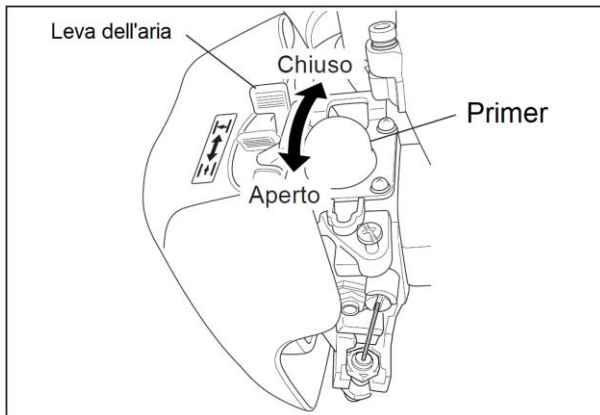

Fig. 5
3. Premere il primer (Fig. 5) quattro o cinque volte per consentire alla benzina di arrivare al carburatore.
4. Posizionare la leva dell'aria in posizione chiusa "CLOSE"  (Fig. 5)
6. Tirare con decisione 4 o 5 volte la corda di avviamento finché il motore si avvia e premere contemporaneamente il blocco dell'acceleratore (Fig. 1-7) e l'acceleratore (Fig. 1-5) per mettere in moto il tagliasiepi (Fig. 5).
7. Dopo l'avvio posizionare la leva dell'aria in posizione aperta "OPEN"  (Fig. 5).